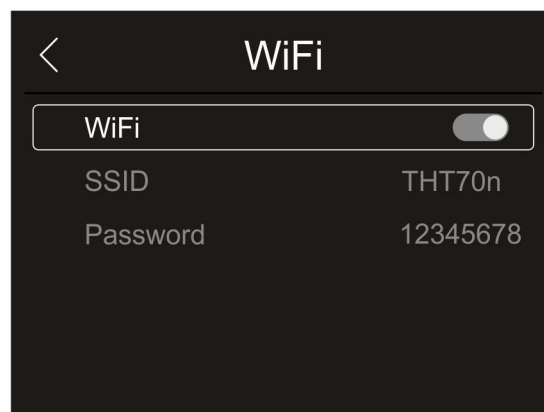

Fig. 16: Attivazione collegamento WiFi
1. Toccare la voce “WiFi” per entrare nella sezione di attivazione/disattivazione e personalizzazione del collegamento WiFi sullo strumento. Le videata di Fig. 16 – parte destra è mostrata a display.